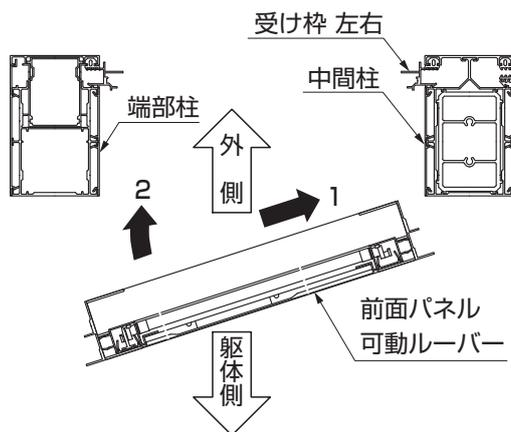

図13-8 横断面
- ①前面パネル可動ルーバーを躯体側から斜にスライドしながらはめ込みます。(図13-8参照)